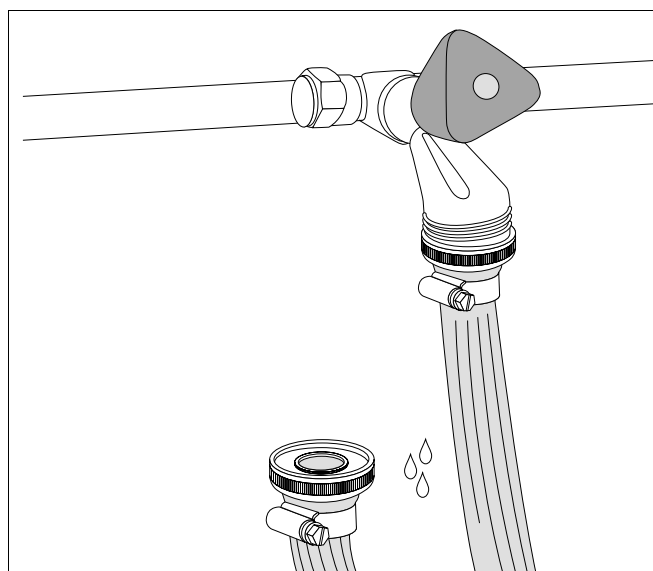

Fig. 64 Umpleți furtunul
- Racordați furtunul la racordul de apă și umpleți-l cu apă (Fig. 64). Să fiți atenți să nu se mai afle aer în furtun.
- Racordați furtunul la robinetul de umplere și de golire (Fig. 64).